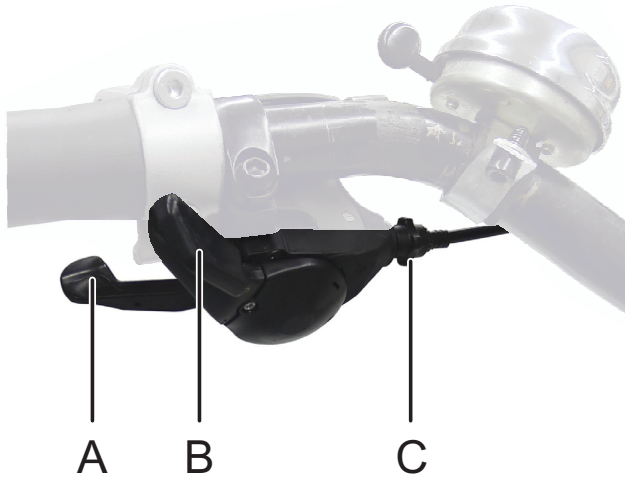

Bild 1-5: Die Schalthebelgruppe des Antriebs
- C Schalthebelgruppe (siehe Bild 1-5:)